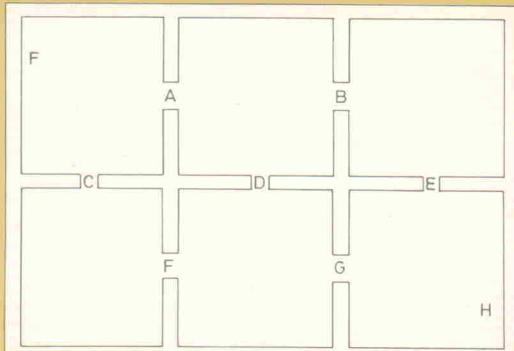

Bild 1. Aufbau des Bildschirms
In den ersten 10 Zeilen werden der Bildschirm gelöscht und einige Variablen initialisiert. Die darauf folgenden Zeilen 15 bis 90 werden mit GOTO 100 übersprungen. Sie dienen als Unterprogramme zum Aufbau des in Bild 1 dargestellten Bildes, das nach Ausgabe der Überschrift (Zeile 100) durch entsprechende GOSUB-Aufrufe erzeugt wird (Zeilen 105 bis 140). Inhalt des Bildschirms ist jetzt ein großes Rechteck, das wiederum in 6 kleinere Rechtecke unterteilt ist und im Sinne des Spiels einen Hühnerstall mit 6 Abteilungen darstellt.
In Programmzeile 150 wird die erste Position des Display-Files festgestellt, die ja bekanntlich beim ZX 81 variabel ist und vom Umfang des Gesamtprogramms im RAM abhängt. Danach werden die ausgesparten Lücken ('Gatter') in Bild 1 mit den Symbolen A bis G gekennzeichnet sowie die Position von Fuchs (F) und Henne (H) markiert (Zeilen 160 bis 240).